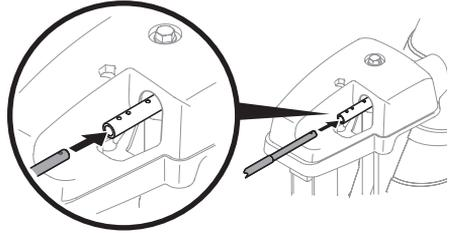

Figure 36
2. Insérez l'extrémité arrondie de la tige de commande dans la tête de commande. Poussez la tige à fond dans la tête de commande avec les trous de la tige pointés vers le haut. Voir Figure 36.